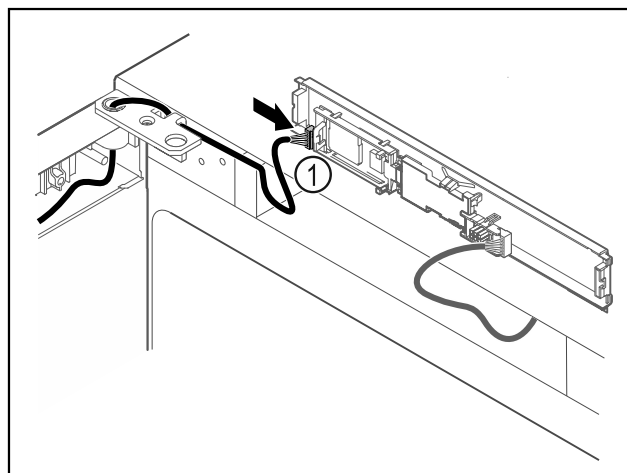

Fig. 64
- Stekker Fig. 64 (1) in printplaat steken.